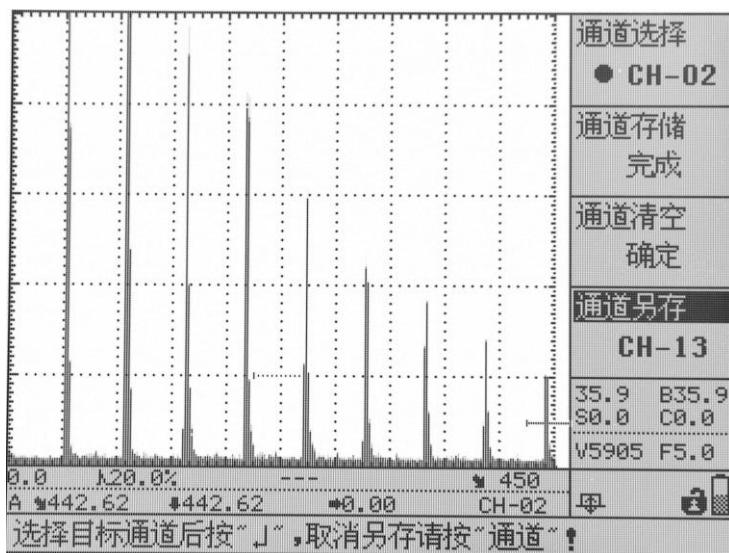

图 5.6
**通道另存：**把当前通道中的设置全部另存到另一个通道，选择此子菜单，通过转动旋轮选择另存通道，如图 5.6 所示。